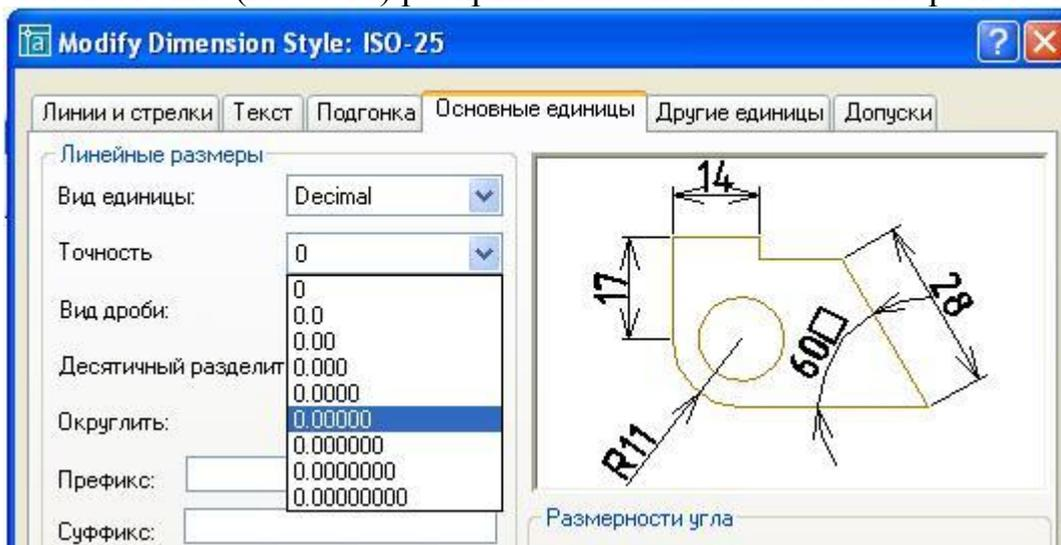

Рис. 3.13 Выбор точности размеров
10. Щелкнуть на вкладке **Основные единицы** и в открывшемся диалоговом окне (Рис.3.13) раскрыть список **Точность** и выбрать точность 0.